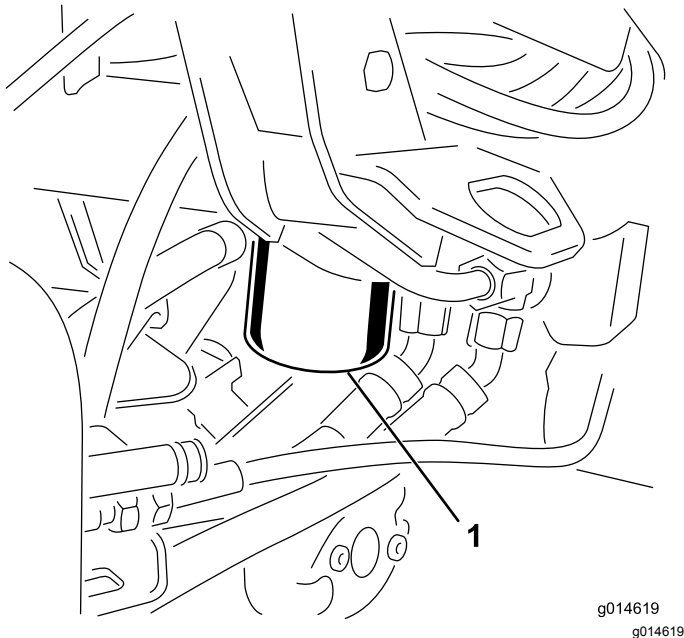

Figura 41
1. Limpe a zona em torno da montagem do filtro (Figura 41). Coloque um recipiente de escoamento debaixo do filtro e retire o filtro.